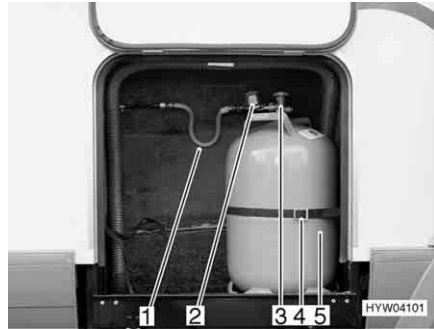

Fig. 113 Vano portabombole
- Chiudere la valvola principale di arresto (Fig. 113,3) della bombola del gas (Fig. 113,5). Osservare la direzione della freccia.
- Svitare manualmente il tubo del gas (Fig. 113,1) dalla bombola del gas.
- Allentare le cinghie di fissaggio (Fig. 113,4) ed estrarre la bombola del gas.